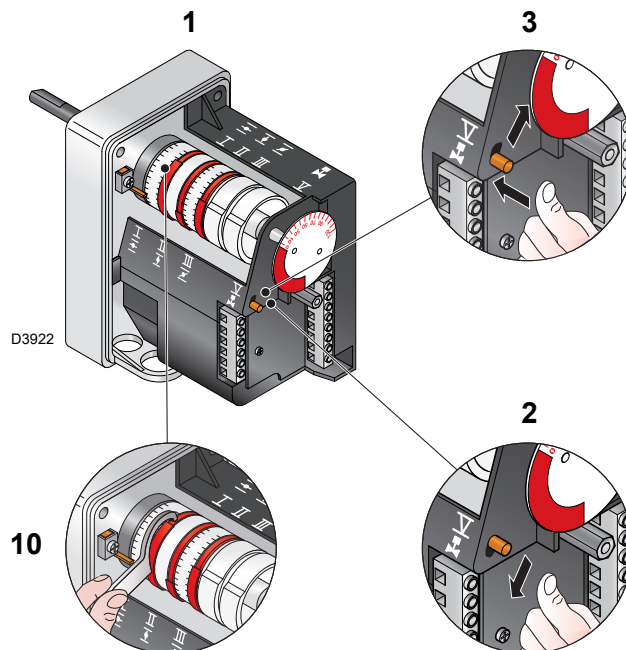

Fig. 31
- Para la eventual regulación de la leva III, en particular para desplazamientos pequeños, es posible utilizar la llave 10)(Fig. 31) sujeta por un imán debajo del servomotor.
Leyenda (Fig. 31)